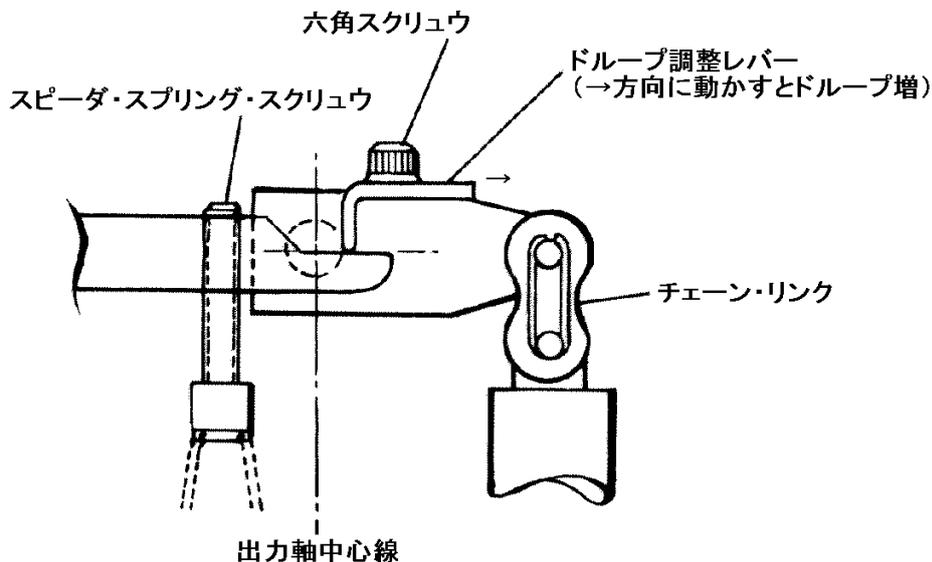

図 3-1; ドループ調整レバーの動き
3. 六角スクリュウをゆるめ、ドループ・レバーが調整方向に少し動ける様にする。動かす量は一度に約 0.8 mm (1/32 インチ)である。ドループ・レバーを出力軸中心線に対し遠ざけたり、近づけたりして、それぞれドループを増したり、減らしたりする。(図 3-1)